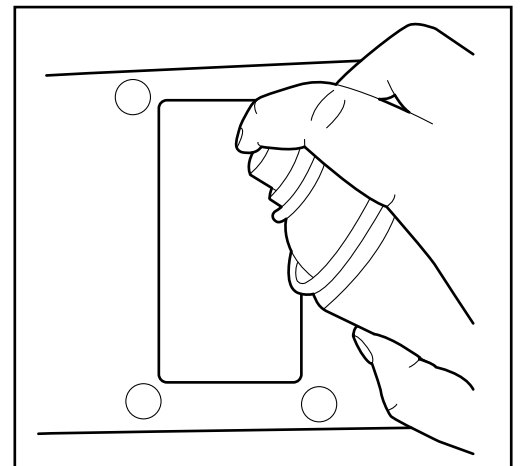

Figure 3.16 Utilisation de laque
- Utilisez de la laque pour que le matériau en polymère adhère plus facilement à la base d'impression (fig. 3.16).